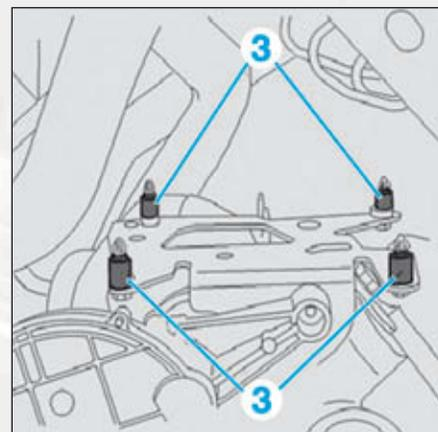

FIG.15
- Remplacer les cales élastiques (3) du calculateur (2) (Fig.15).